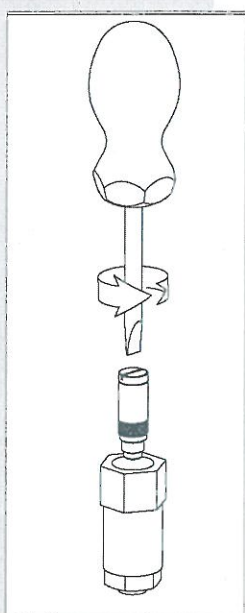

Figure 8
- Den Filter der Düse ausbauen (flacher Schraubenzieher) (Abbildung 8).
- Den Filter der Düse ausbauen (flacher Schraubenzieher) - (Abbildung 8).